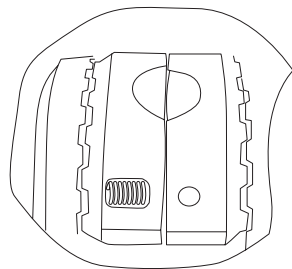

Рис. 9
12. Установите пружинки малые [5] в пружинки большие [6] и через окна заведите их в муфту (рис. 9).